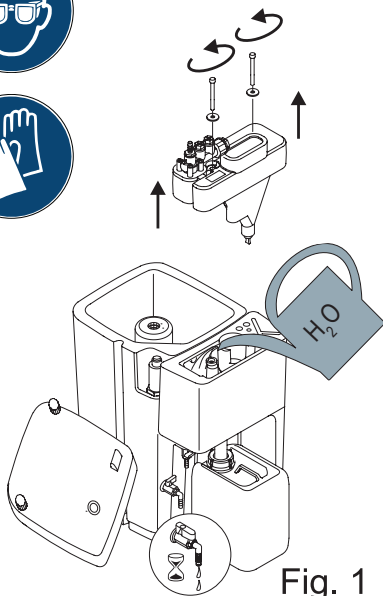

Fig. 1
- Wasser in Vorabscheider einfüllen (Fig. 1)
- Fill water into the pre-separator (Fig. 1)
- Verser de l'eau dans le préséparateur (Fig. 1)
- プリセパレータに水を注入します。(図1)
- Filter o.k. (Fig. 1)
- The filter is O.K. (Fig. 1)